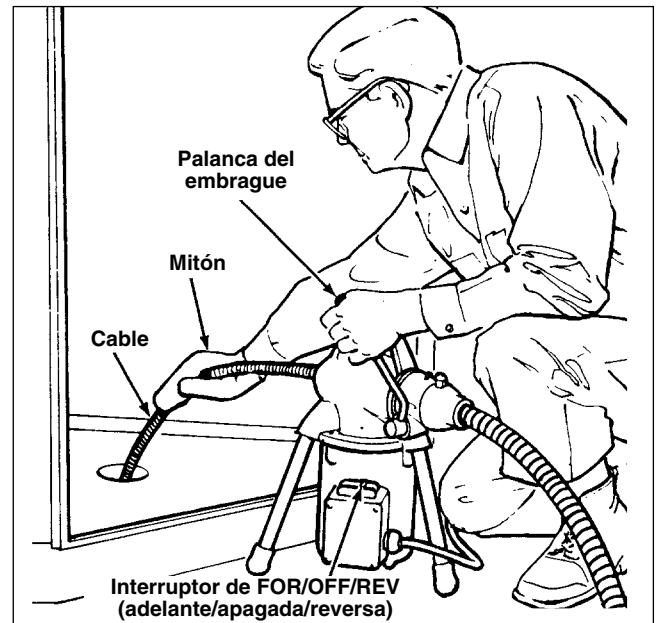

Figura 6 – Postura correcta para trabajar
1. Adopte la postura correcta para mantener un buen equilibrio (Figura 6)
1. Adopte la postura correcta para mantener un buen equilibrio (Figura 6).